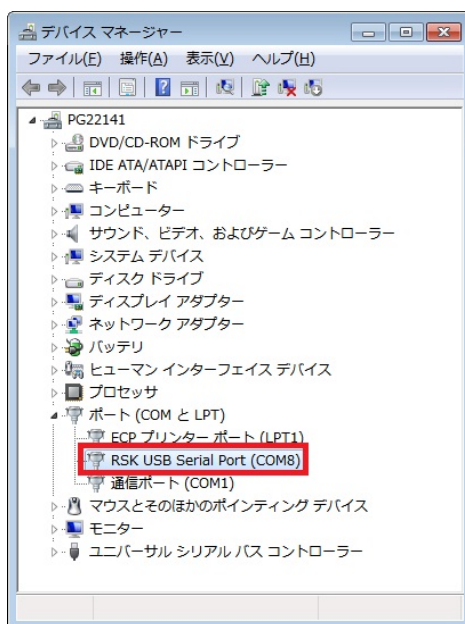

図 5-3: デバイスマネージャー画面
2. スタートメニュー → コントロールパネル → デバイス マネージャーの順に選択してデバイス マネージャーを展開してください。図 5-3 の枠線内が仮想 COM ポート番号です。また、PC の USB ポートと CPU ボードの USB シリアルポートに接続されている USB ケーブルを挿抜き、枠線内の表示が更新されることを確認してください。